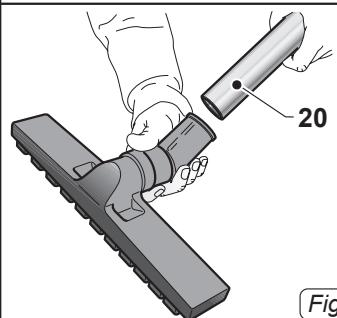

Fig. 10
- Unire alla prolunga rigida (20 Fig. 10) l'accessorio voluto (bocchetta di aspirazione, spazzola a pennello, bocchetta a lancia, bocchetta pavimenti ecc..).